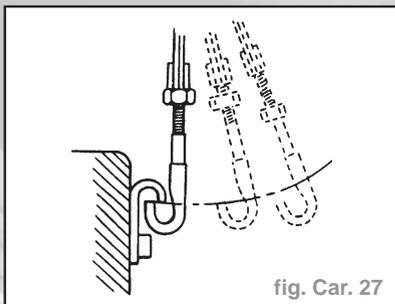

fig. Car. 27
- La longueur du crochet doit assurer le dégagement nécessaire à la plaque de verrouillage (fig. Car. 27).